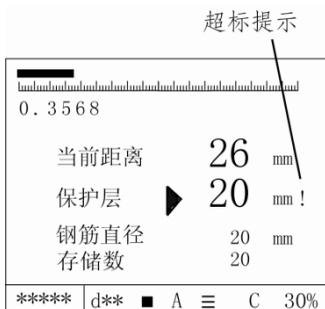

图 3-13 钢筋直径测试
- 3) 将传感器放置在被测钢筋的正上方,并与被测钢筋平行;按下【▲】键,约 2 秒钟后直径测量结果直接显示在“**钢筋直径**”的显示位置;仪器同时测量保护层厚度值,显示在“**保护层**”显示值位置上,如图 3-13 所示,自动存储模式下将自动保存直径值和保护层厚度,存储数加 1。手动存储模式下此时若按下【存储】键则保存直径值和保护层厚度,存储数加 1。